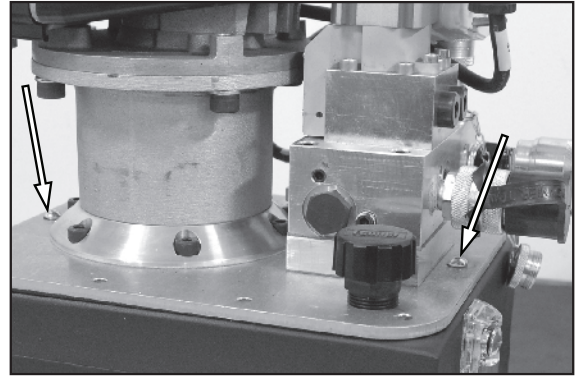

Figura 52.
3. Vedere la Figura 52. Rimuovere e scartare le viti di fissaggio della piastra di copertura.